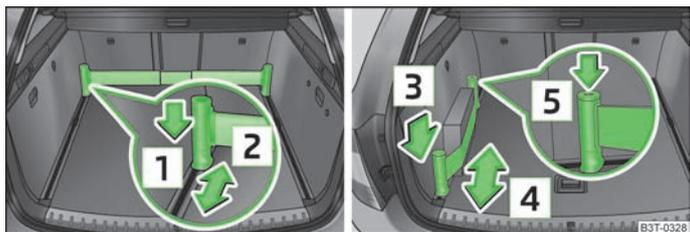

Fig. 77 Asta telescopica e cinghia di fissaggio
- Premere la parte superiore del supporto in direzione della freccia **1** e al tempo stesso fare scivolare nella posizione desiderata, seguendo il verso della freccia » fig. 77 **2**.
- Premere il supporto in direzione della freccia **3** e al tempo stesso farlo scivolare nella posizione desiderata, seguendo il verso della freccia » fig. 77 **4**.
- La cinghia di fissaggio può essere completamente avvolta premendo il tasto **5** » fig. 77